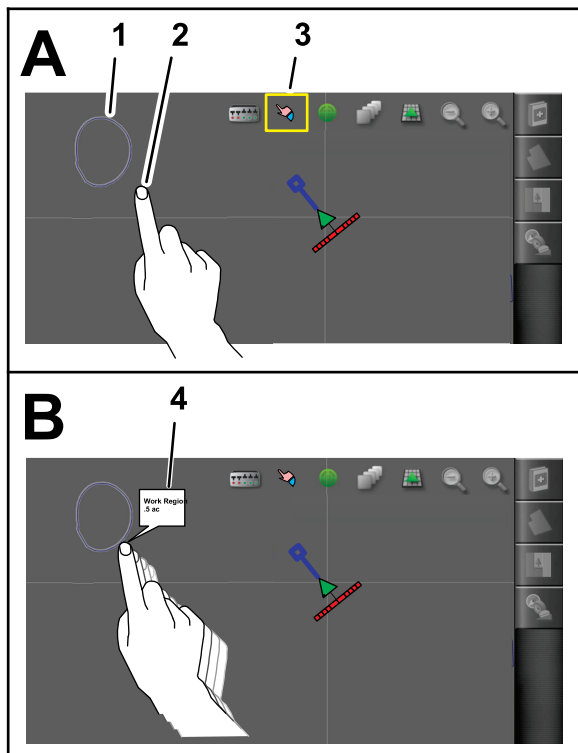

Figura 56
1. Após gerar o limite, pressione o dedo no ecrã da consola ao lado da linha de limite, até ser iluminado o ícone de seleção de limites. Em seguida, deslize o dedo até à linha de limite (Figura 56).